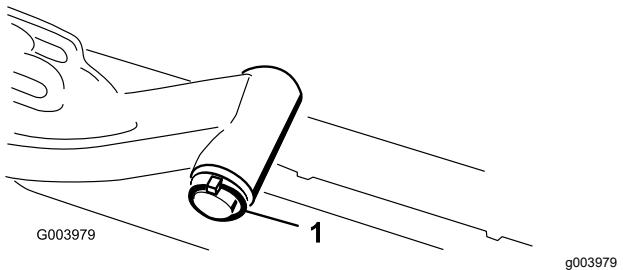

Рисунок 18
- A. Снимите шплинт и шайбу, которые крепят ось поворота к подъемному рычагу, и снимите ось поворота с подъемного рычага (Рисунок 18).
- C. Вставьте ось поворота подъемного рычага в подъемный рычаг и зафиксируйте шайбой и шплинтом (Рисунок 18).